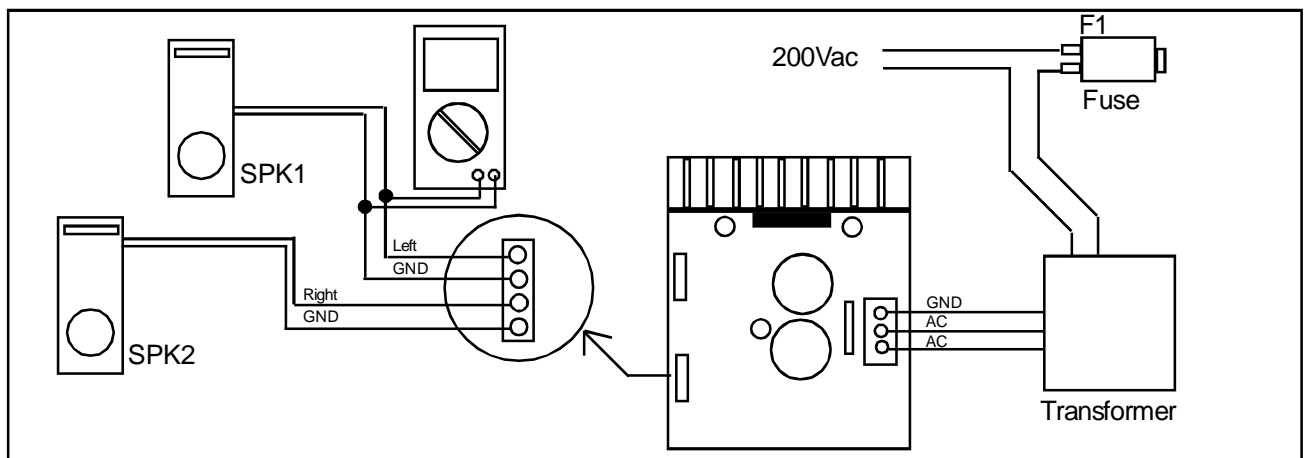

Figure 11 : Setup to check the DC Output Voltage with Load of Channel 1
- [7] I-setup ang DR20W ayon sa Figure 11. Isaksak ang AC cord sa 220V, ang reading sa Channel 1 ay dapat di tataas ng 0.5Vdc.